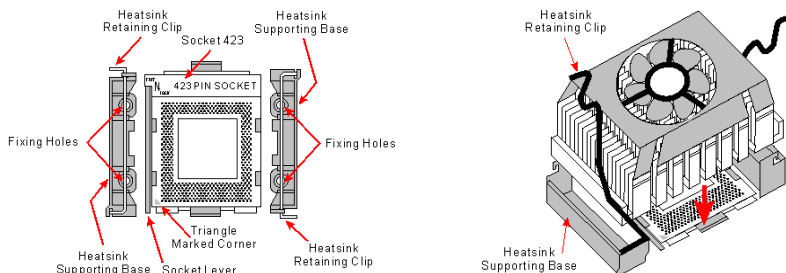

図 2-3. P4 CPU およびそのヒートシンクをサポート台に取り付ける。
このマザーボードには、Intel® Pentium® 4 CPU を取り付けるための ZIF(ゼロ挿入力)ソケットが付属しています。この取付けは、ヒートシンクの取り付けの場合がわずかに異なる以外は、Socket 370 または Socket A の場合と同じです。CPU を購入の際は、ヒートシンクとファンが付属していることを必ず確認してください。付属していない場合は、Pentium® 4 専用に設計されたものをお買い求めください。図 2-3 を参照し、その手順に従って操作してください。
3. マザーボードの穴の上の取付け穴を通して、CPU のヒートシンクのサポート台を、すでにシャーシに取り付けられているスタッドやスペーサーに一線上に合わせてください。このヒートシンクサポート台に付属するネジを使用して、マザーボードにしっかりと固定します。その場合、サポート台の方向に注しなければなりません。図 2-3 を参照してください。